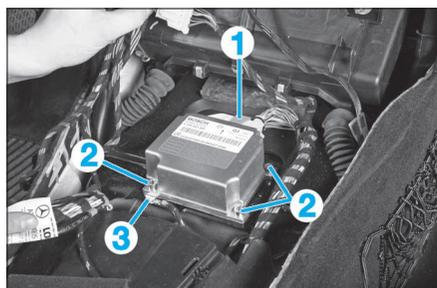

FIG. 7
- Débrancher le connecteur (1) (Fig.7).